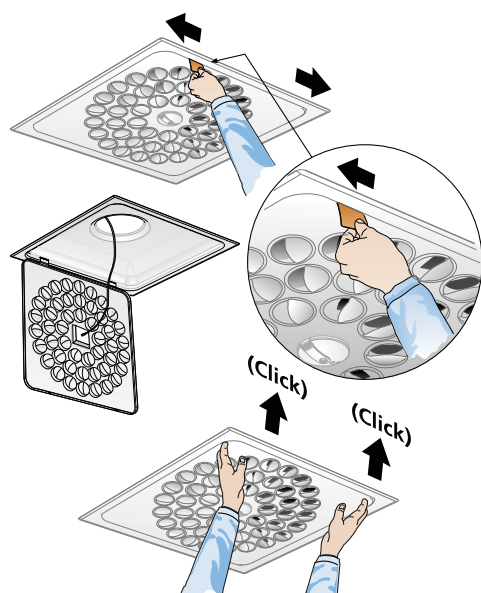

Figure 13. Accès rapide.
3. Démontez la partie inférieure du diffuseur selon le schéma d'Accès rapide (figure 13).